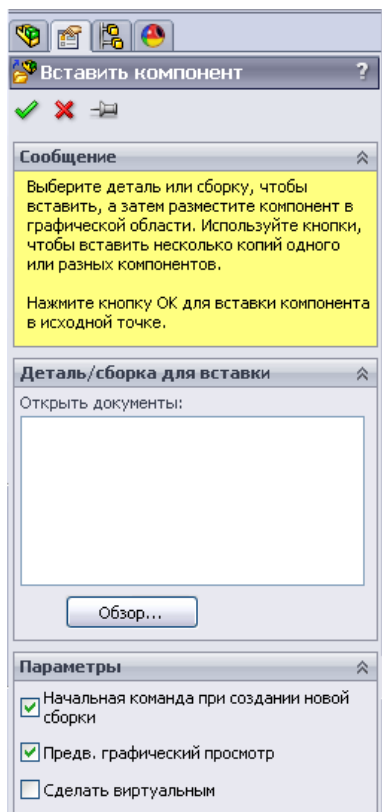
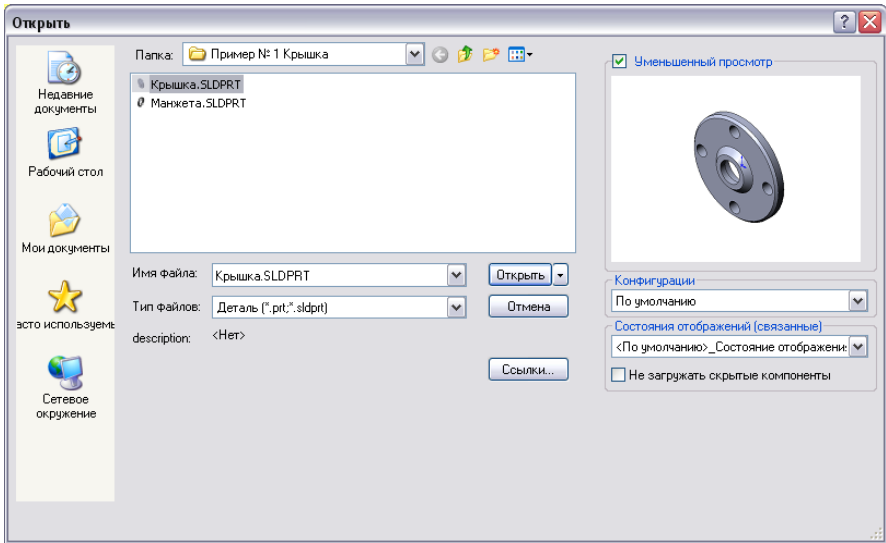

Рисунок 11.5 - Процесс додавання компонента у складання
Рисунок 11.17 - Додавання компонента у складання
У результаті на екрані відкриється вікно **«Вставить компонент»** (рис. 11.5). У поле **«Открыть документы»**, використовуючи кнопку **«Обзор»**, знайдемо файл із потрібною деталлю для розміщення в складанні.
1. Помістимо в складальний простір деталь **Кришка**, для цього активізуємо команду меню **«Вставка | Компонент | Из файла»** або скористаємося кнопкою - **«Вставити компоненти»** панелі інструментів **«Сборка»**. У вікні що відкрілося, **«Вставити компонент»** (рис. 11.5) натиснемо кнопку **«Обзор»**, виберемо в робочому каталозі файл **Кришка.SLDPRТ** і натиснемо кнопку **«Открыть»** (рис. 11.17).